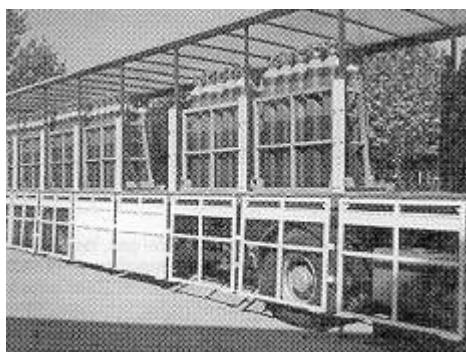

Fig. 2: Jaulas de botellas sobre camión
- Cuando sea preciso elevar botellas, la operación se efectuará conjuntamente con el portabotellas o en jaulas adecuadas, fig. 2. No se emplearán cuerdas o electroimanes, por la posibilidad de fallo y consiguiente riesgo de caída de la botella.